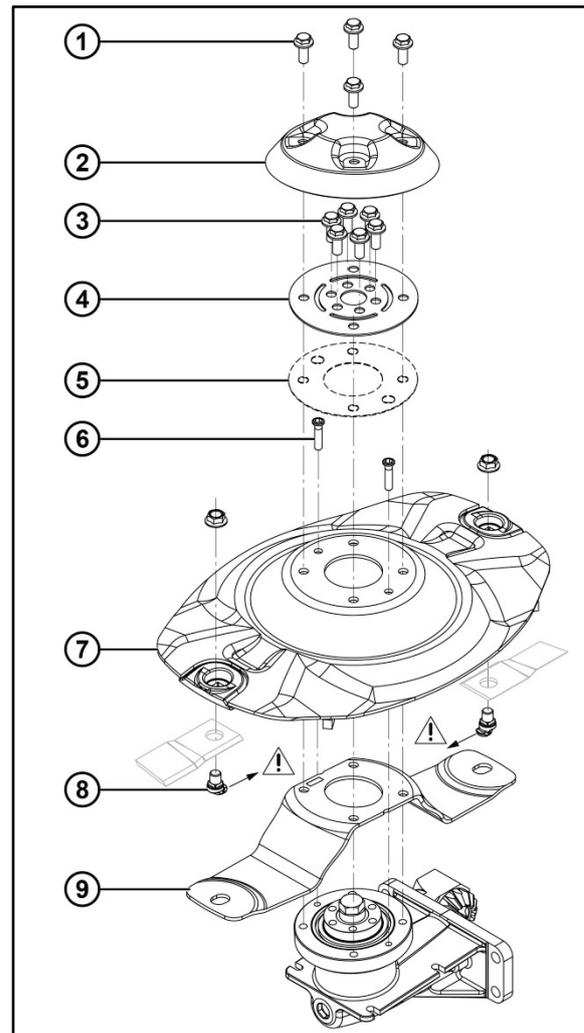

Abb. 80 Montaje del perno de retención y el muelle de sujeción
- Apriete los seis tornillos interiores (Abb. 80, 3) en cruz.
Par de apriete de los pernos (Abb. 80, 3):
- Monte la cubierta (Abb. 80, 2) en el elemento driveGUARD.
Par de apriete de los pernos (Abb. 80, 1):